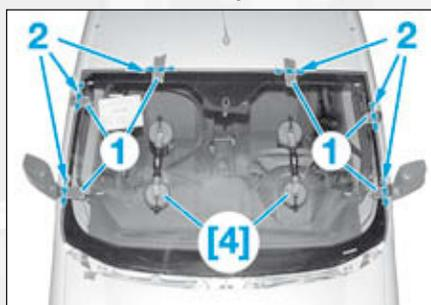

FIG.4
- [4]. Ventouses articulées (KIT1-VENT) (Fig.4).
- Déposer le pare-brise (3) à l'aide des doubles ventouses articulées [4] (Fig.4).